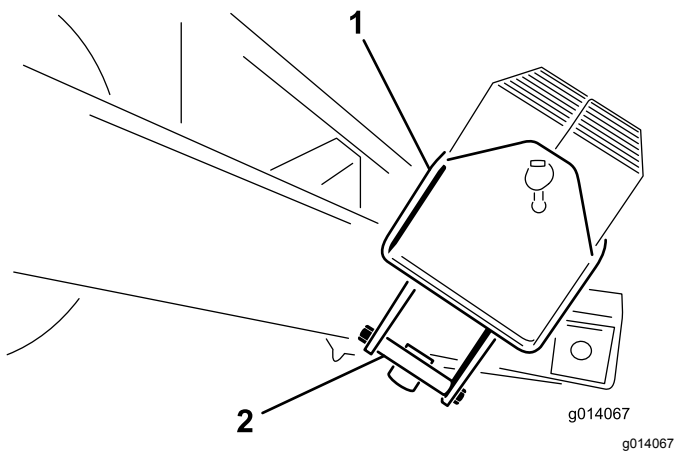

图 5
2. 卸下承载配重块箱的安装支架上的 ½ x 5½ 英寸 螺栓。丢弃安装支架图 5。